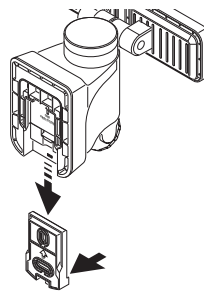

Figura 2
1. Pulse la lengüeta inferior de la placa de montaje en pared y deslice la placa de montaje del cuerpo del aparato (vea la Figura 2).